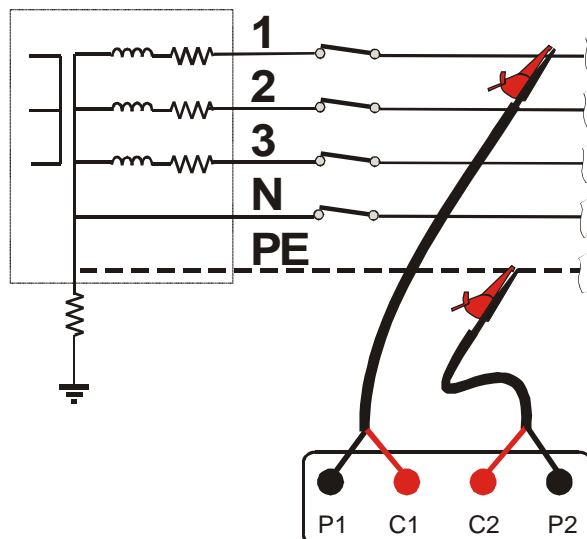

Fig. 5: Conexión del instrumento para la Medida de la impedancia Fase-Conductor de Protección
2. Conecte los cocodrilos a la red eléctrica en examen (ver Fig. 5)
3. Inserte las puntas de prueba cable negro-rojo de los cables C7000 en los respectivos terminales de entrada del instrumento **siguiendo la secuencia de conexión P1, P2, C2, C1** (ver conexiones en fig. 5).